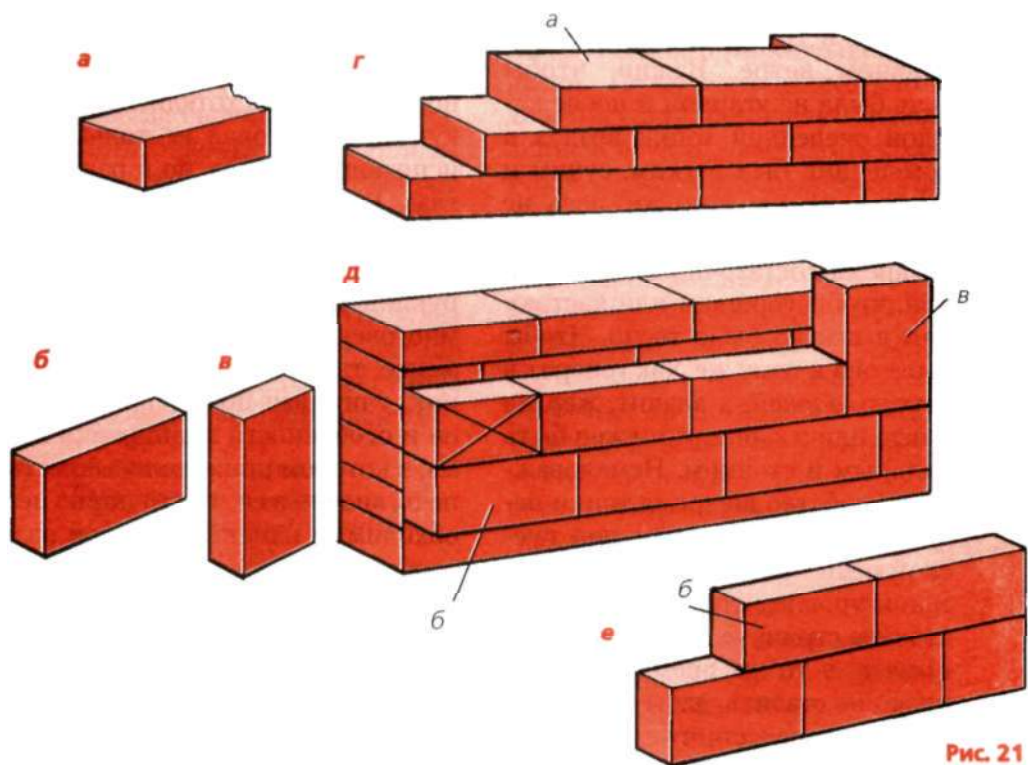

Рис. 21
**Техника печной кладки.** От того, как уложены кирпичи в кладке и как перевязаны их швы, во многом зависит прочность и надежность работы печи. В печной кладке кирпич может занимать самые различные положения (рис. 21). Его укладывают *плашмя*, или *впашку* (рис. 21, а), *на ребро* (рис. 21, б) и *стоймя*, или *тычком* (рис. 21, в). Кроме того, кирпич может занимать в печной кладке наклонное положение.
Изменяя положения кирпичей в кладке, можно получить стены печи самой различной толщины. Самая тонкая стенка получается из кирпичей, положенных на ребро (рис. 21, е). У русских печей стены чаще всего кладут *плашмя в полкирпича* (рис. 21, г), а если хотят, чтобы они дольше держали тепло, то стены делают *в три*
четверти кирпича (рис. 21, д). Такой толщины стенку можно получить при одновременной укладке кирпичей на ребро и в полкирпича.